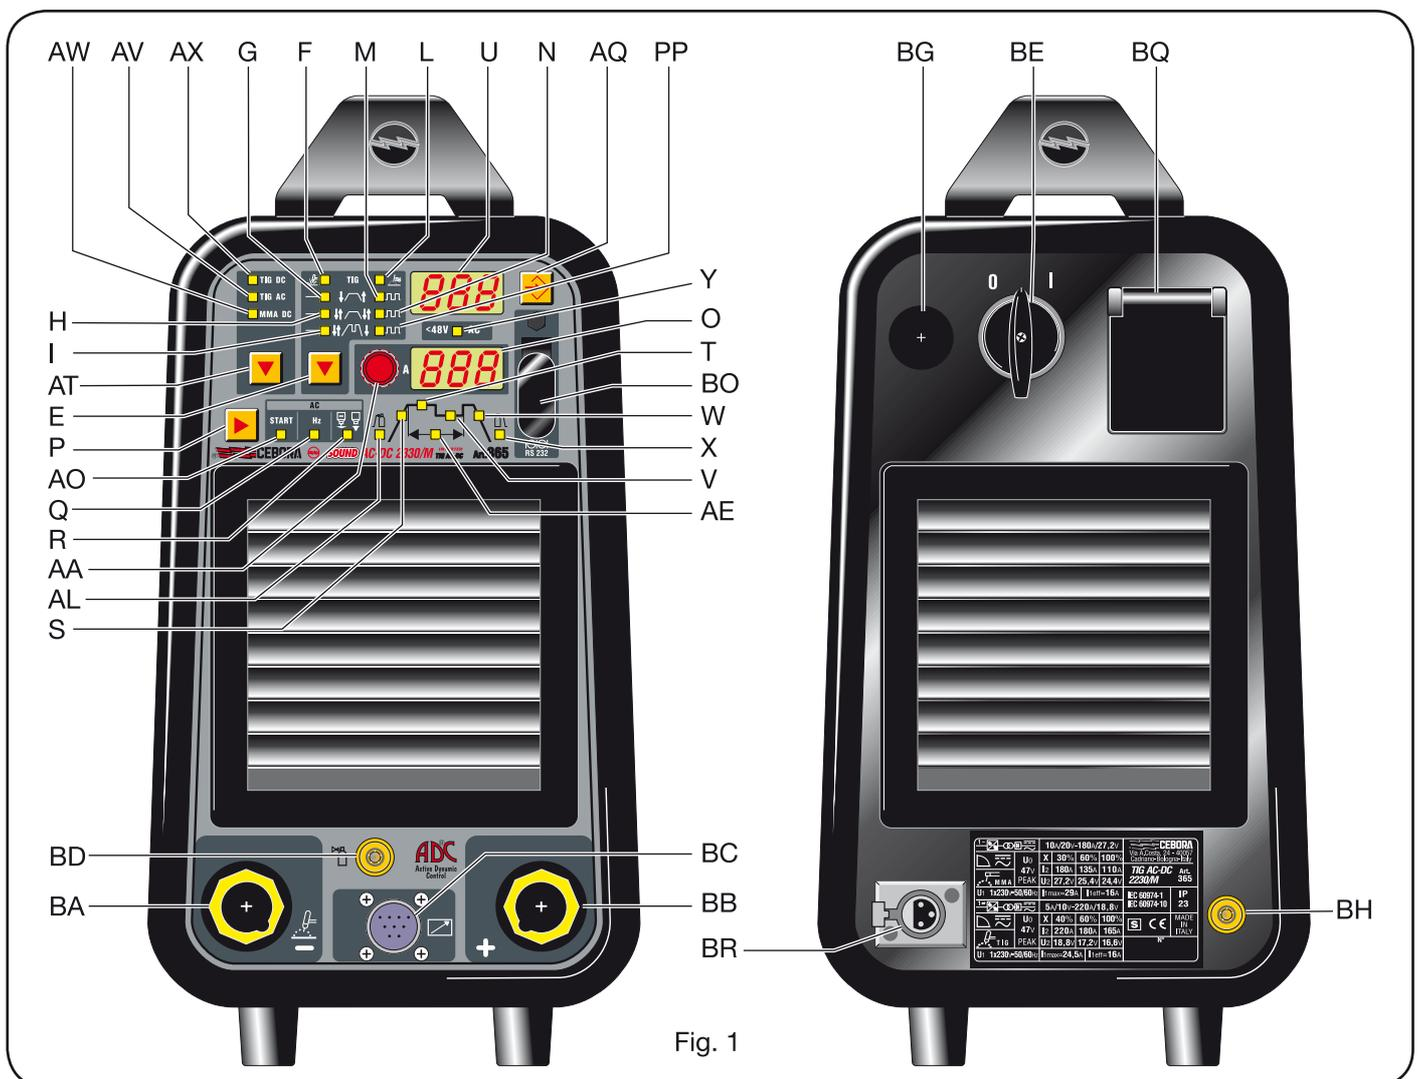

Fig. 1
3.2 DESCRIPCIÓN DEL APARATO (FIG.1).
3.3 DESCRIPCIÓN DEL TABLERO (Fig.1).